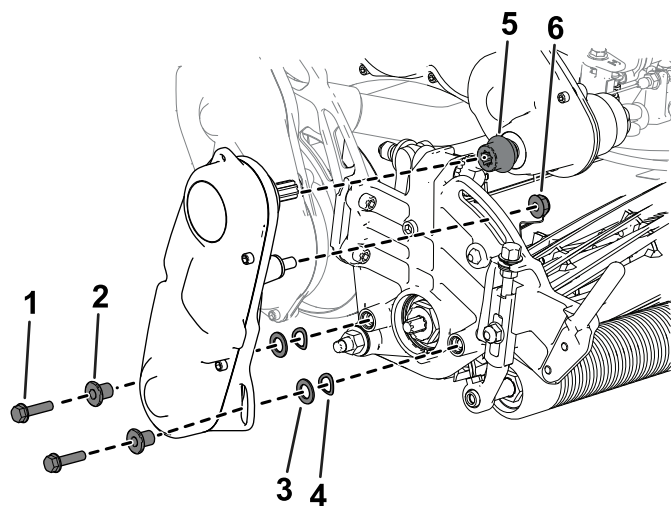

Bild 42
6. Verwenden Sie die zuvor entfernten Zylinderschrauben, Unterlegscheiben und Distanzstücke, um die Spindeltriebsbaugruppe an der Seitenplatte des Mähwerks zu befestigen (**Bild 42**).
Stellen Sie sicher, dass die Spindeltriebswelle an der Kupplung der Getriebeantriebswelle befestigt ist (**Bild 42**).